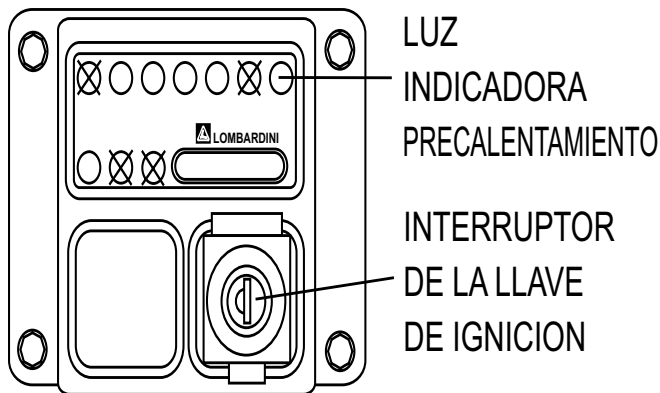

Figura 14. Interruptor de la llave de ignición (Motor Lombardini/Deutz)
3. Inserte la llave de ignición en el interruptor de ignición (Figura 14). Gire la llave según las manecillas del reloj, con un click en la posición ENCENDIDO (ON). La luz indicadora de precalentamiento se iluminará. Espere que esta luz se APAGUE. Cuando la luz indicadora se APAGA, las bujías han sido precalentadas y el motor ahora está listo para arrancar.